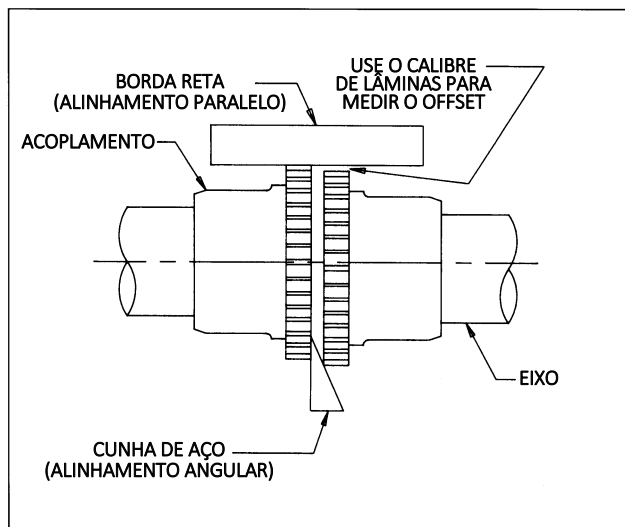

Figura 2
1. Alinhe o acoplamento dentro dos limites do fabricante para desalinhamento paralelo e angular (consulte a Figura 2). Um relógio comparador ou laser também pode ser usado para garantir o alinhamento onde maior precisão é desejada. Os ajustes devem ser feitos movendo o motor para mudar o ângulo do eixo e usando calços de pé para mudar a altura do eixo do motor. Não mova o eixo do ventilador ou rolamento.